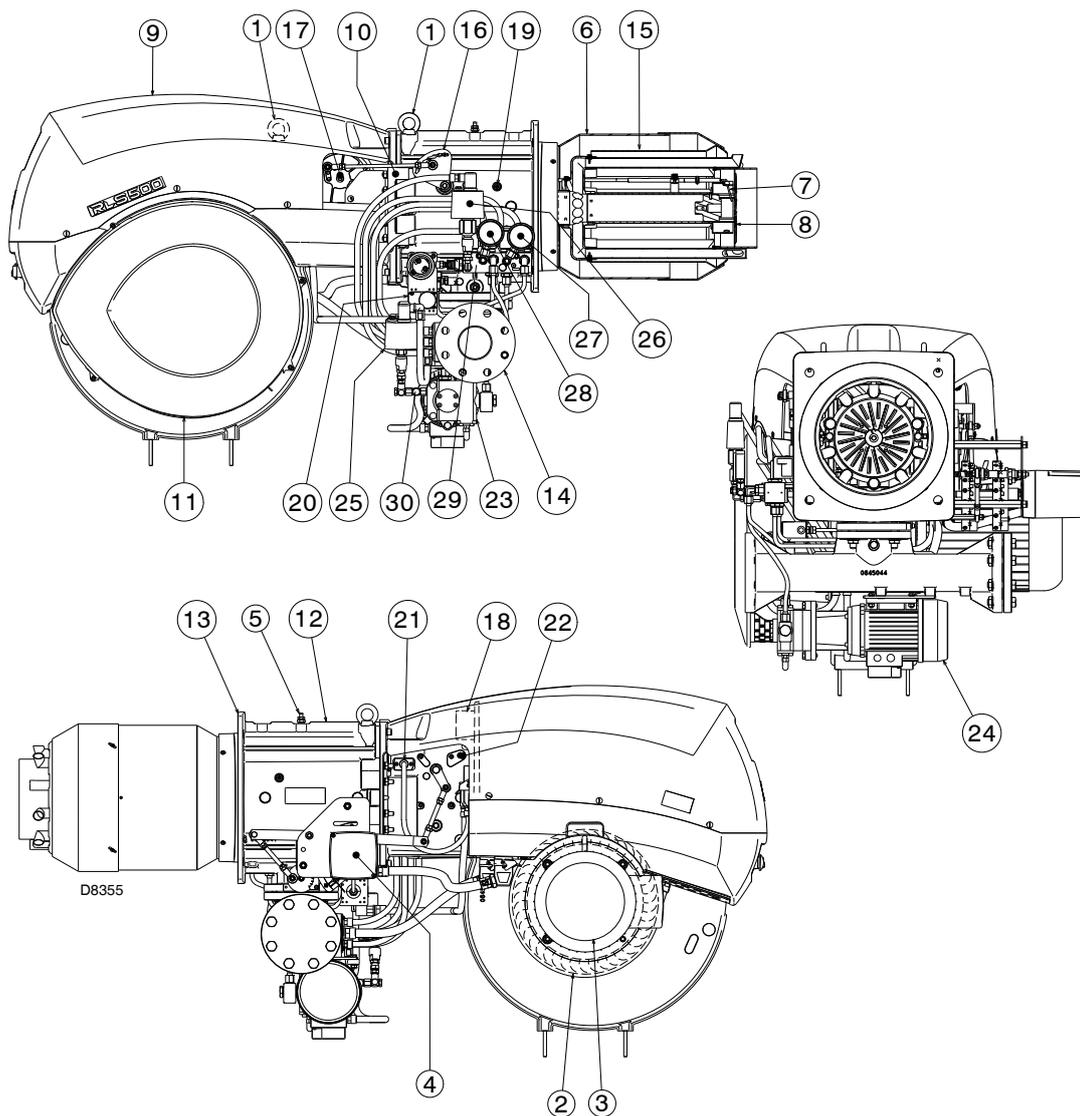

Fig. 5
(1) 参考条件: 环境温度 20°C - 燃气温度 15°C - 大气压力 1013 mbar - 海拔 0 m a.s.l.
(2) 测试点处压力 5) (图 .5), 炉膛内压力为零且燃烧器处于最大出力状态。
(3) 噪音排放符合 EN 15036-1 标准, 测量误差  $\delta = \pm 1.5$  dB, 噪声值于制造商实验室内的测试锅炉上测得, 且燃烧器处于最大额定出力状态。